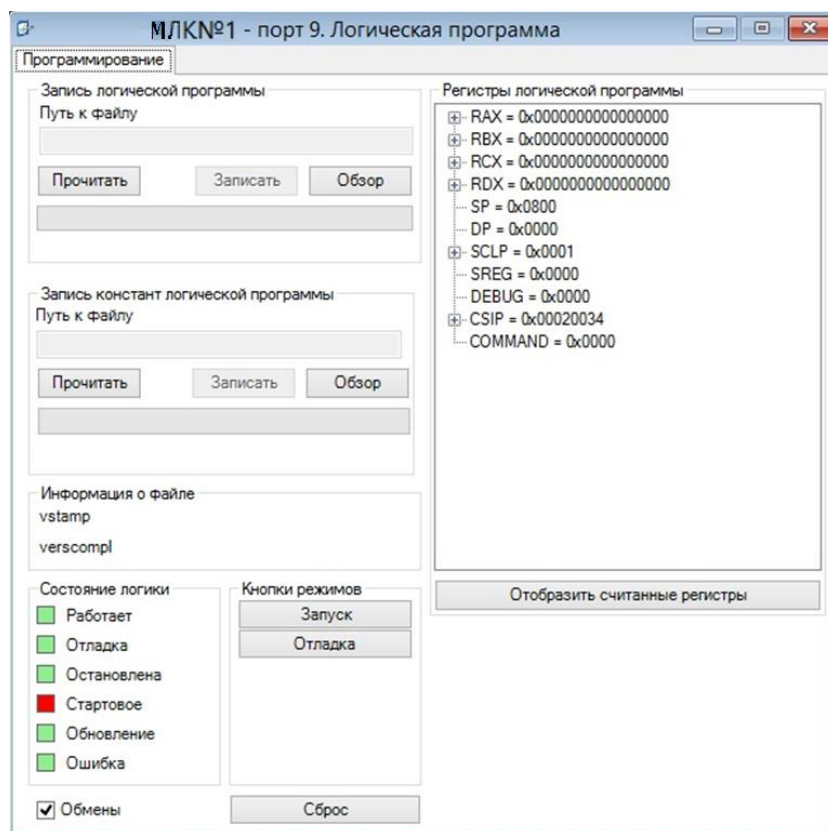

Рисунок 3.13 –Окно «Логическая программа» контроллера в «УниКоне»
3.5 Окно «Логическая программа» (рисунок 3.13) содержит информацию о программировании записи, информацию о файле, регистры логической программы, информацию о состоянии логики: